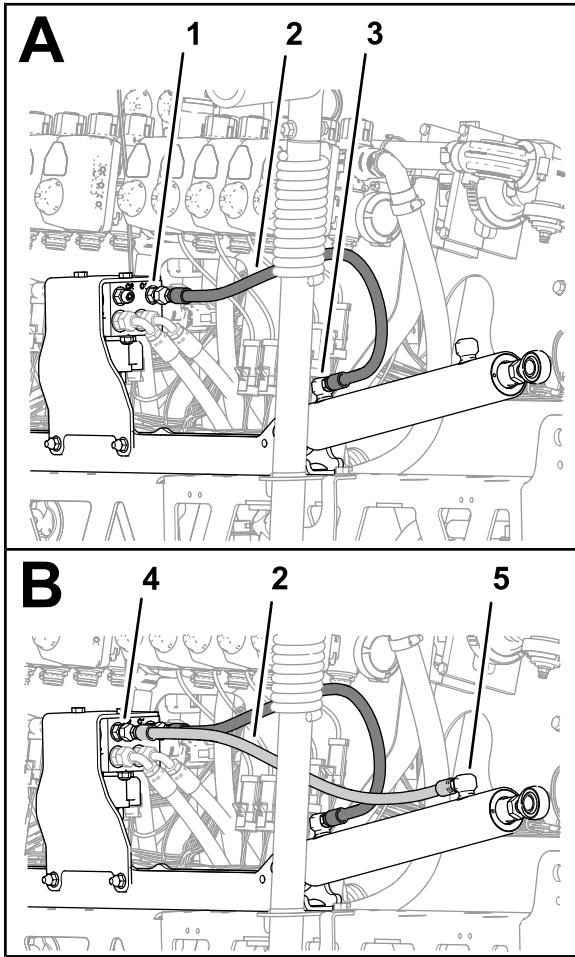

Bild 118
3. Montieren Sie einen neuen Hydraulikschlauch (1/4" x 24-3/4") lose zwischen dem Ausfahran schluss des rechten Auslegerhubzylinders und Anschluss C1 des Auslegerhubverteilers (Bild 118).
4. Montieren Sie einen neuen Hydraulikschlauch (1/4" x 24-3/4") lose zwischen dem Rückzuganschluss des rechten Auslegerhubzylinders und Anschluss C2 des Auslegerhubverteilers (Bild 118).
5. Ziehen Sie die Schlauchanschlussstücke an den Ausfahr- und Rückzuganschlüssen der Hubzylinder (Bild 117 und Bild 118) bis auf 21-26 Nm an.
6. Ziehen Sie die Überwurfmutter der Schläuche am Auslegerhubverteiler (Bild 117 und Bild 118) bis auf 24-30 Nm an.